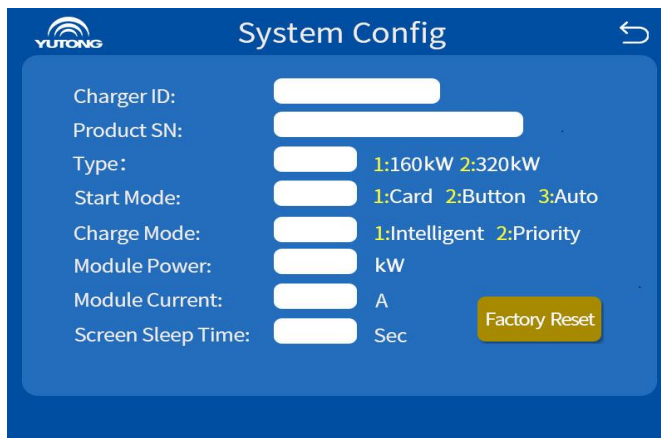

Figure 21 Interface de paramètres du système
4) L'interface de paramètres du système est illustrée à la Figure 21.